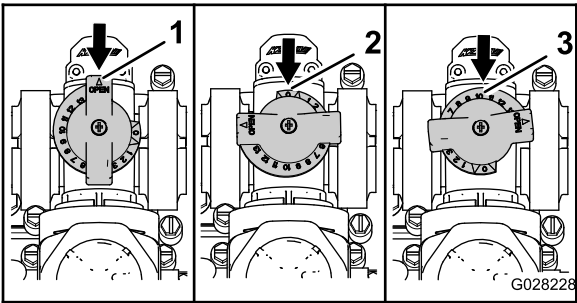

图108
- 图108 中所示为搅拌旁通阀处于完全“打开”位置。
- 图108 中所示为搅拌旁通阀处于“关闭”0位置。
- 图108 中所示为搅拌旁通阀处于“中间”位置经打药车系统压力表进行调节。